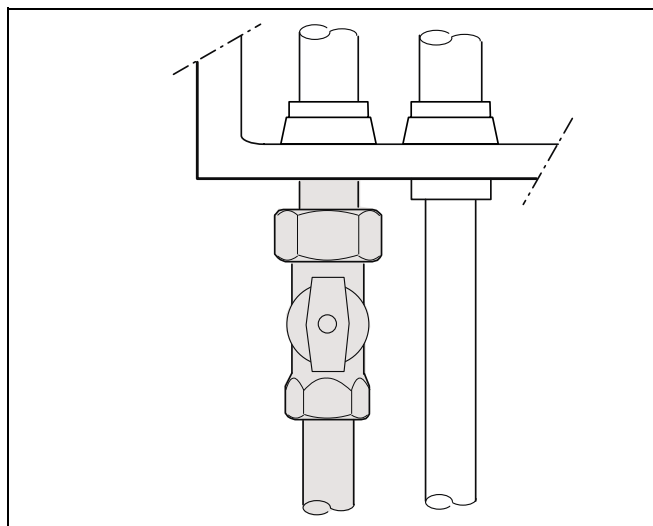

Abb. 5 Gasanschluss
- Gasanschluss nach den örtlichen Vorschriften vornehmen. In der Gaszuleitung einen Gasabsperrhahn (Zubehör) mit Verschraubung installieren. Rohr spannungsfrei anschließen (Abb. 5).